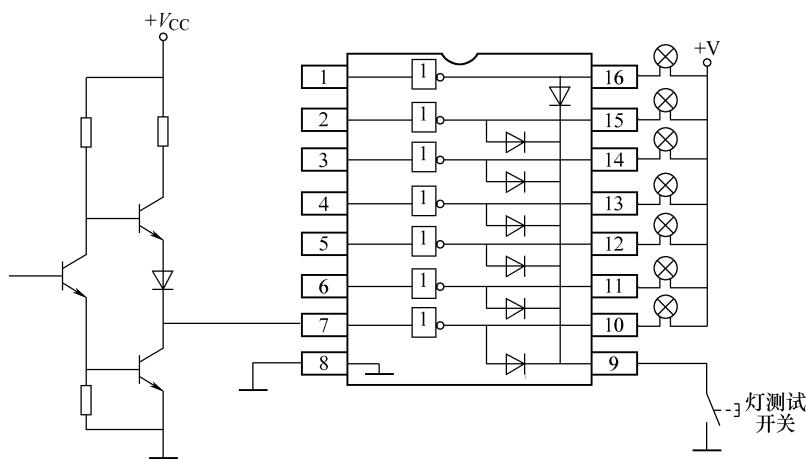

图 5-18 ULN-2005A 内部框图
- (18) ULN-2005A 内部框图 (见图 5-18)